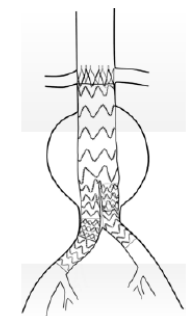

Figura 25
55. Continue com o implante da Extensão ilíaca, observando os marcadores distais na Extensão, para garantir que ambos são exibidos pela bainha. (Figura 25)